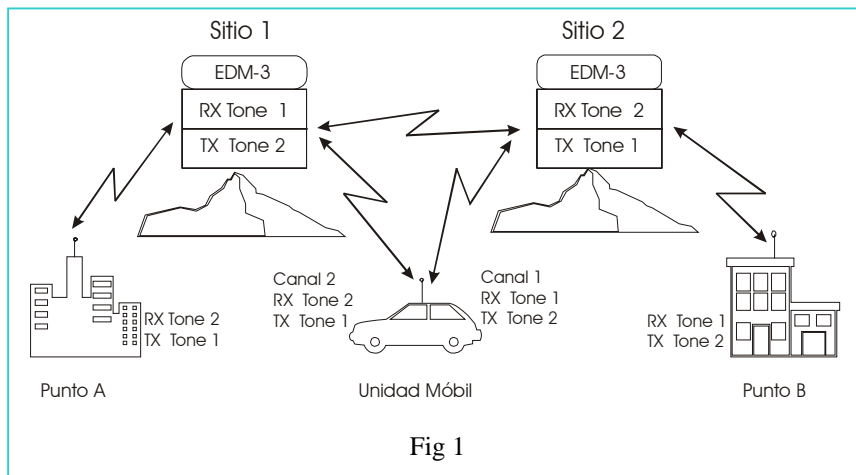

Fig 1
- Filtro pasa altas, el cual elimina tonos de señalización para aplicaciones de enlace (ver ejemplo Fig 1).
- Hi pass filter to cancel the signaling tone for link applications (see example Fig 1).